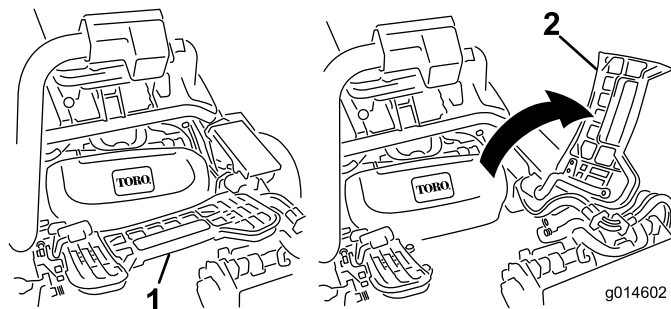

Figura 12
7. Se instalar a unidade de corte central, eleve o apoio do pé e incline-o, permitindo o acesso à posição da unidade de corte central (Figura 12).